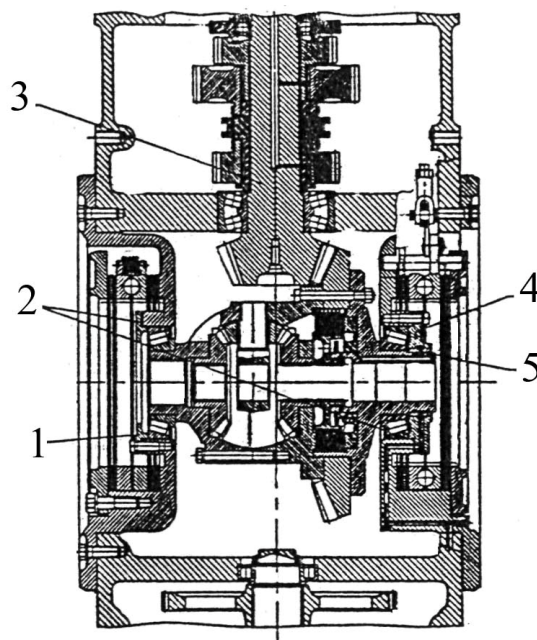

Рис. 5.5-5 Дифференциал и плита в сборе с ведущей шестерней главной пары в корпусе заднего моста:
Проверка и регулировка бокового зазора в главной паре (Рис. 5.5-5)
- Чугунные кольца 5 (Рис. 5.5-5) следует устанавливать (во избежание поломки колец при регулировках) после проведения всех регулировок при окончательной установке крышки 4.